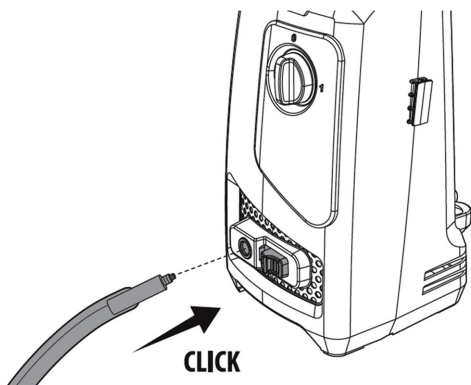

Рис. 3
2. Модели HPW 1511 и HPW 2014 имеют быстросъемное соединение шланга высокого давления с корпусом мойки. Для установки, расправьте шланг и подсоедините к разъему мойки, вставив штуцер в гнездо на передней панели агрегата (рис. 3).